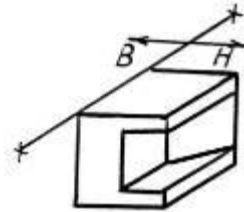
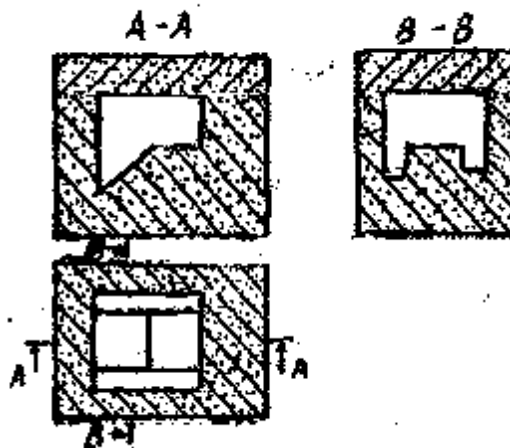

Рис. 1.2 Объемное изображение детали
Рис. 1,4 Форма в сборе (упрощенный вариант)
7. пространственное изображение детали в аксонометрии или диметрии (рис.1,2);
9. выбрать и показать возможные плоскости разъема модели на чертеже детали (на рис. 1,1 показана плоскость разъема I, а на рис. 1.2 плоскость разъема II) и ее пространственном изображении, изобразив их условными элементами в соответствии с ГОСТ 3.1125 – 88 по выполнению элементов литейных форм. Обосновать рациональную плоскость разъема, сравнив несколько возможных вариантов плоскостей разъема между собой, показав наиболее важные преимущества выбранной плоскости разъема детали.